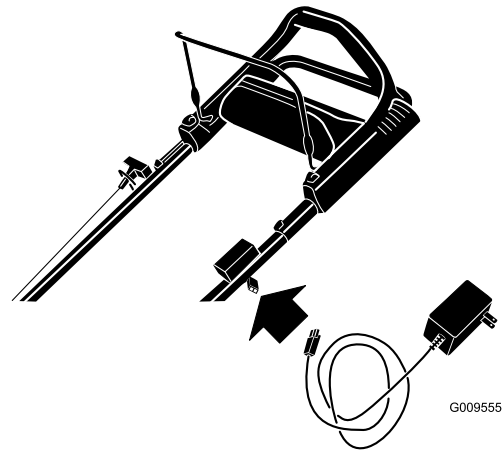

Figure 25
- Branchez le chargeur au faisceau de câblage de la tondeuse situé sous la clé de contact (Figure 25).